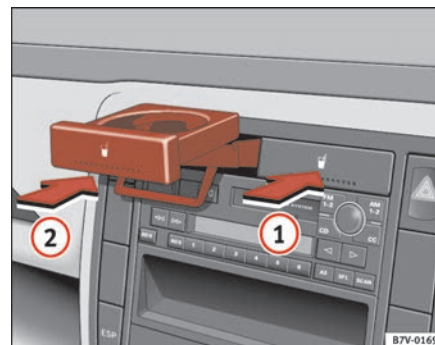

Fig.105 Portabebidas en la consola central
- Presione el portabebidas en la dirección de la flecha ⇒ fig. 105 hasta que encastre.